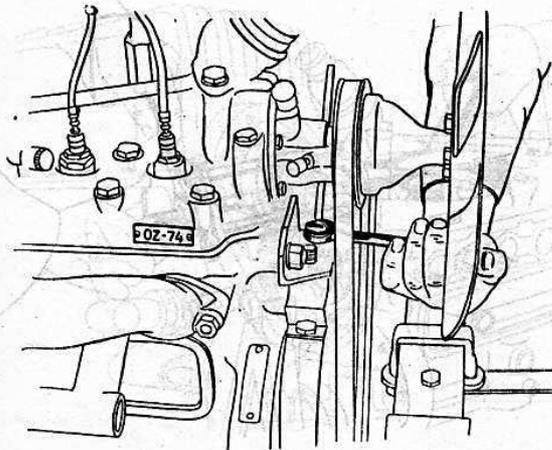

Bild 1
16. Motorbefestigung vorn abschrauben (Bild 1). Vorderen Aufhängbügel ganz herausnehmen, untere Riemenscheibe abnehmen.